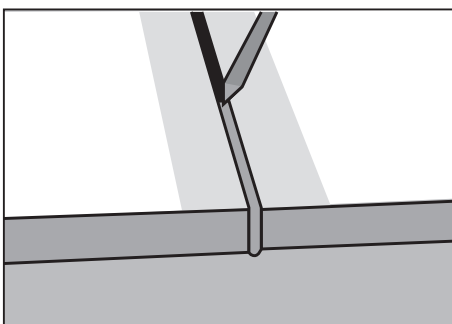

Fig. 2
6. I mellanrummet placeras ett färgmatchande 2-komponentslim. Använd endast Core originallim. **De första 3 cm av limmet ska inte användas.** (Fig. 2).